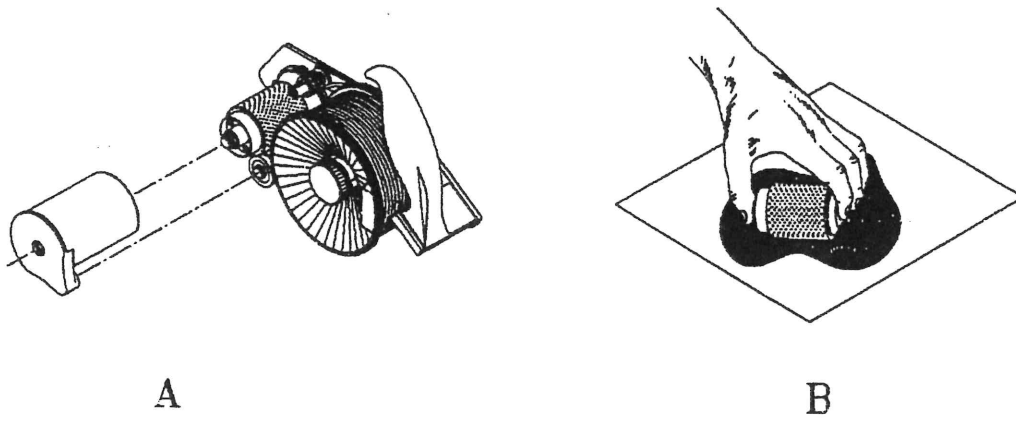

Bild 34: Ersteinfärbung des Microcell-Tintentanks
7.5.1.1 Ersteinfärbung des Microcell-Tintentanks bei der Inbetriebnahme (siehe Bild 34)